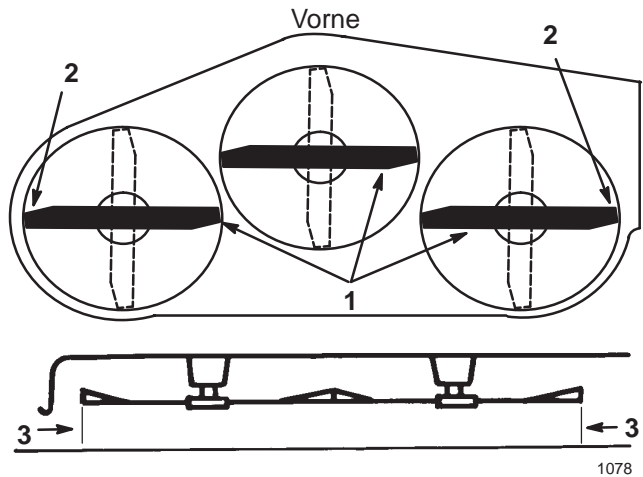

Bild 11
3. Drehen Sie die Schnittemesser vorsichtig von einer Seite zur anderen (Bild 11). Messen Sie den Abstand zwischen den äußeren Schneidkanten und der ebenen Oberfläche (Bild 11). Wenn beide Messwerte nicht innerhalb von 5 mm liegen, ist eine Einstellung erforderlich. Siehe Schritte 4 und 5.